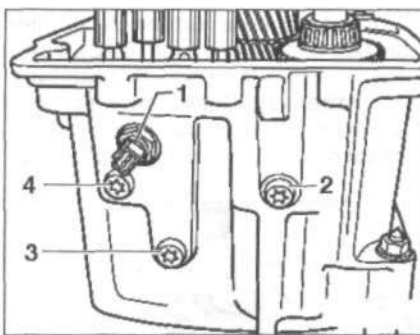

Рис. 8.32. Выкрутите выключатель фонарей заднего хода 1 и болты 2, 3, 4 крепления шестерни передачи заднего хода.
22. Выкрутите выключатель фонарей заднего хода 1 и болты 2, 3, 4 крепления шестерни передачи заднего хода (рис. 8.32).